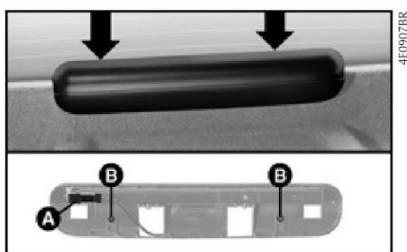

fig. 34
1) pressionar os locais indicados pelas setas **fig. 34** na tampa plástica do brake-light, que se encontra sobre o compartimento de bagagem. Retirar a tampa, puxando-a.